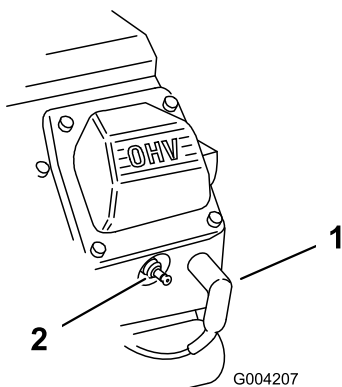

Figura 164
2. Tragei cablurile bujiilor (Figura 164).